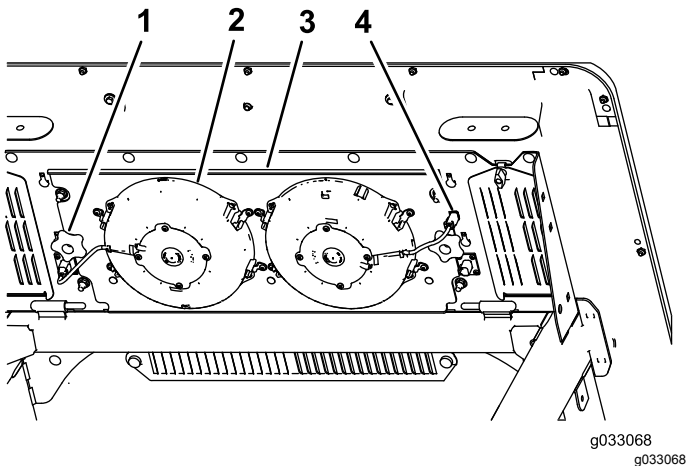

Figura 58
2. Patilha (4)
3. Desligue a ficha e cabo das ventoinhas da tomada (Figura 58).
4. Retire os dois manípulos que prendem o conjunto de ventoinha-painel e ventoinhas ao lado inferior do topo da cabina (Figura 58) e retire o conjunto.